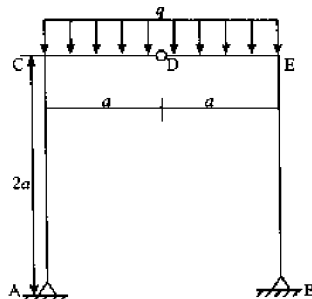

图 3-1
1. 作图 3-1 所示带中间铰的刚架的剪力图和弯矩图。(12 分)